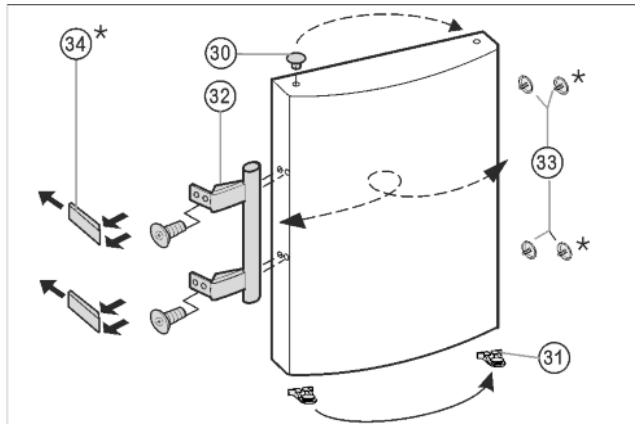

Fig. 7
- ▶ Trň Fig. 7 (33) z ložiskového puzdra dverí vyberte a premiestnite.
- ▶ Odmontujte držadlo dverí Fig. 7 (32), trne Fig. 7 (33) a prítlačné platničky\* Fig. 7 (34) a premiestnite na opačnú stranu.